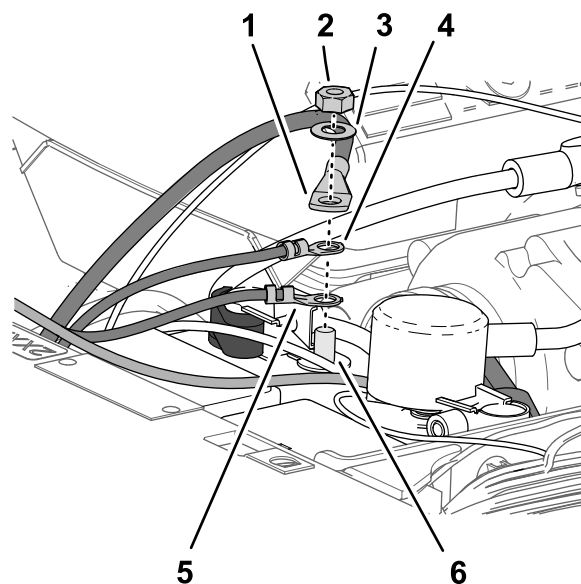

Рисунок 214
5. Установите клеммы провода и кабеля на резьбовой штырь отрицательного вывода аккумуляторной батареи (Рисунок 214) в следующем порядке: